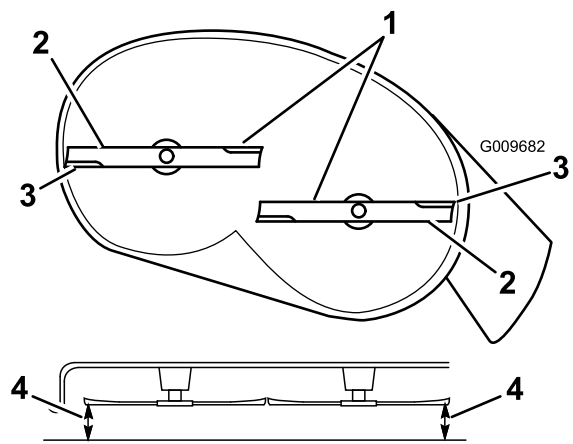
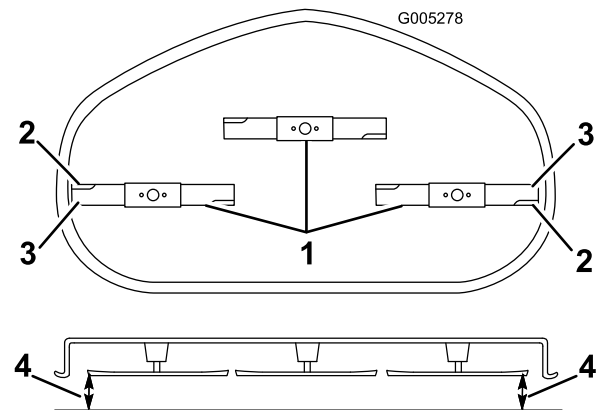

Figure 60
Figure 61
4. Faites pivoter les lames avec précaution pour qu'elles soient toutes parallèles (Figure 60 et Figure 61).
5. Mesurez la distance entre les tranchants extérieurs et la surface plane (Figure 60 et Figure 61).